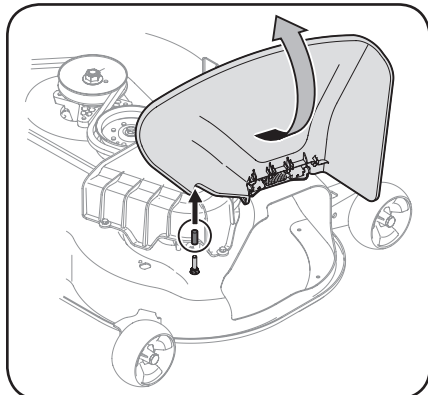

Figure 1-3
1. Relevez le déflecteur d'éjection et retirez le capuchon de la goupille qui se trouve sur la surface du plateau de coupe. Voir Figure 1-3.